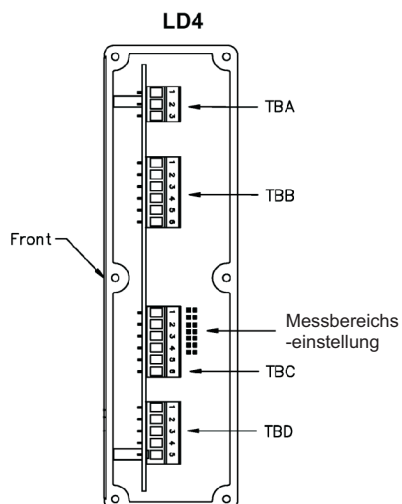

Bild 4.1: LD4 Seitenansicht rechts
3. Modell LD4A05P0 hat alle Klemmenblöcke auf der rechten Seite platziert (siehe Bild 4.1). Modell LD2A05P0 hat den Klemmenblock TBC und TBD und die Messbereichseinstellung auf der linken Seite.